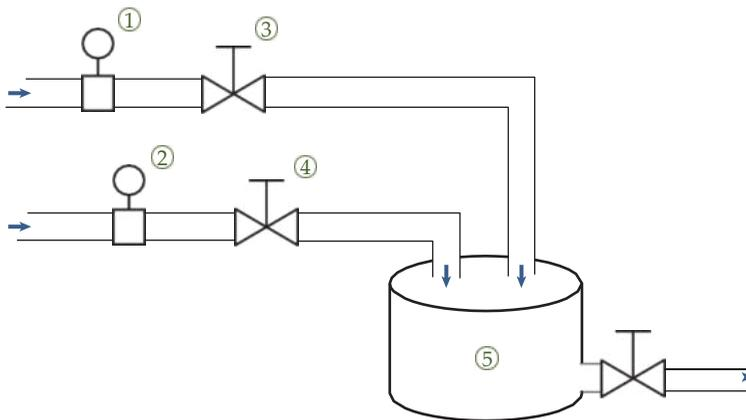

Рисунок 1.2
Два продукта, А и В, должны быть смешаны. Смешивание производится в емкости (5) (рис. 1.2). Как упоминалось ранее, этот метод аналогичен тому, как мы делали бы дома на кухне при выпечке или приготовлении пищи, когда ингредиенты измеряются и смешиваются в миске. Здесь в этом процессе продукты А и В могут быть измерены несколькими различными способами, и в случае измерения большого объема, вероятно, проще всего открывать и закрывать клапаны (3) и (4) в двух постоянно установленных трубопроводах. Чтобы знать, сколько времени клапаны должны быть открыты, мы можем:
2. Использовать расходомеры (1) и (2), установленные в каждой линии